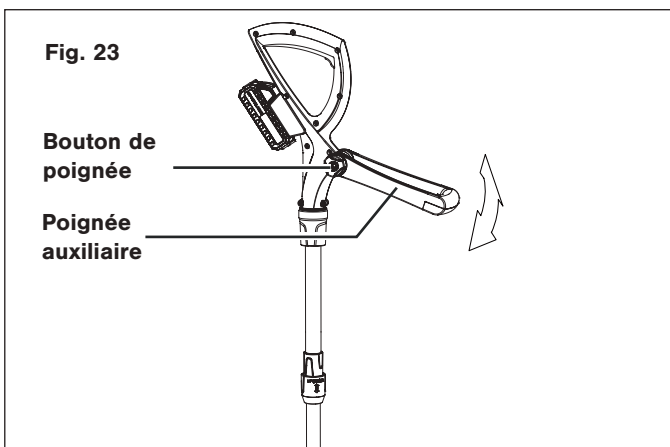

Fig. 23
2. Desserrez le bouton de poignée et réglez la poignée auxiliaire en la faisant pivoter jusqu'à ce que vous obteniez une position de travail confortable. Serrez le bouton de poignée (Fig. 23).